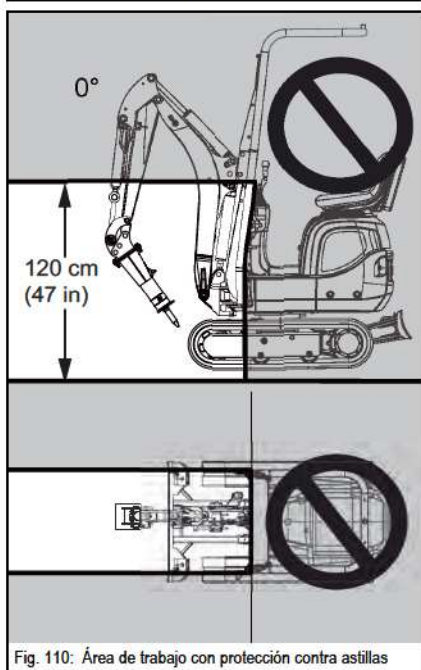

Fig. 110: Área de trabajo con protección contra astillas
- Observar el área de trabajo limitada (ver Fig. 110).